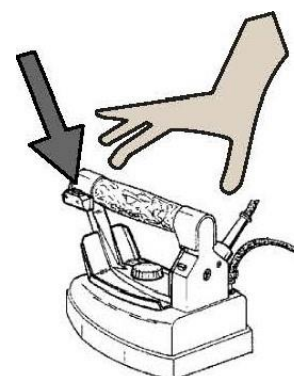

Рис. 3
4. Подождать отключения сигнальной лампочки бойлера. Затем поднять утюг за пробковую ручку и нажать на микровыключатель утюга (рис. 3) 4-5 раз для выпуска пара. Также следует удостовериться в насыщенности пара (нажав микровыключатель и направив утюг в пол). После этих операций утюг готов к работе. Во время глажки сигнальная лампочка бойлера постоянно включается и гаснет, что свидетельствует о нормальной работе.
1. Проводить утюгом по вещам, время от времени нажимая на микровыключатель утюга (рис. 3) для выпуска пара.
2. внутренних термостатов каждые 1400 ч работы или не реже раза в 3 года; 3. паропровода и провода утюга каждый раз, когда они повреждаются (рис. 3);
4. колпачка клапана каждые 2500 ч работы или не реже раза в 3 года (рис. 3).